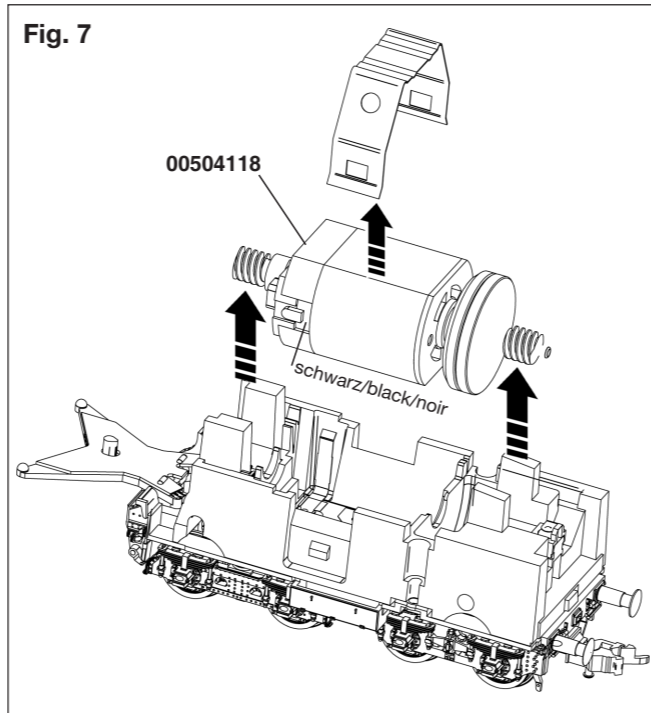

Fig. 7
**Motortausch:** Motorhalterklammer leicht aufbiegen und abnehmen. Motor nach oben herausnehmen (Fig. 7). Beim Einbau des neuen Motors auf die richtige Lage achten. Hierzu die rote/schwarze Markierung am Motor beachten.
**Changing the Motor:** Gently bend open the motor retainer clip and remove. Lift up the motor and take it out (Fig. 7). When installing the new motor, please take care to insert the new motor the right way round. The red/black markings on the motor indicate the correct position.
**Remplacement du moteur:** Déformer légèrement les lames de maintien du moteur et enlever. Retirer le moteur vers le haut (Fig. 7). Au remontage veiller à ce que le moteur pose correctement dans le logement. Tenir compte du marquage rouge/noir sur le moteur.
**Het vervangen van de motor:** Motorhouderklerm voorzichtig buigen en wegnemen. Motor naar boven toe losnemen (Fig. 7). Let bij het inbouwen van de nieuwe motor op een juiste montage door middel van de rood/zwarte markering op de motor.
**Udskiftning af motor:** Holdeklemmerne bæjes let og fjernes. Motoren trækkes ovenud (Fig. 7). Vær opmærksom på, at den nye motor bliver placeret korrekt. Bemærk den sort/røde markering på motoren.
**Sostituzione del motore:** Piegare leggermente la linguetta del motore e asportarlo. Sollevare verso l'alto il motore (Fig. 7). Inserire il nuovo motore nel suo alloggiamento facendo attenzione a posizionarlo in modo corretto. Fare attenzione al contrassegno rosso/nero sul motore.